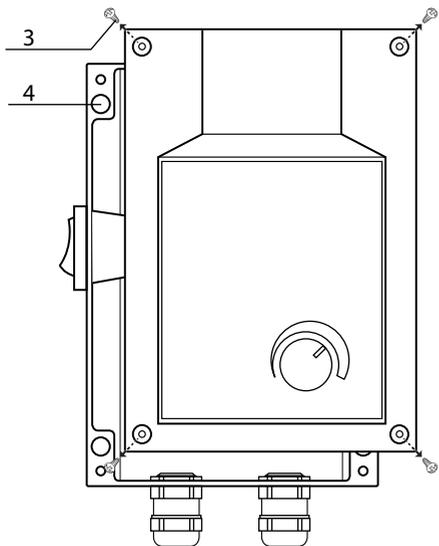

Abb. 2
Entfernen Sie die Frontabdeckung des Geräts, indem Sie die Schrauben (3) lösen (siehe Abb. 2);
Befestigen Sie den Regler mit den Befestigungslöchern (4) (siehe Abb. 2) in der Rückseite des Geräts (siehe Abb. 2).